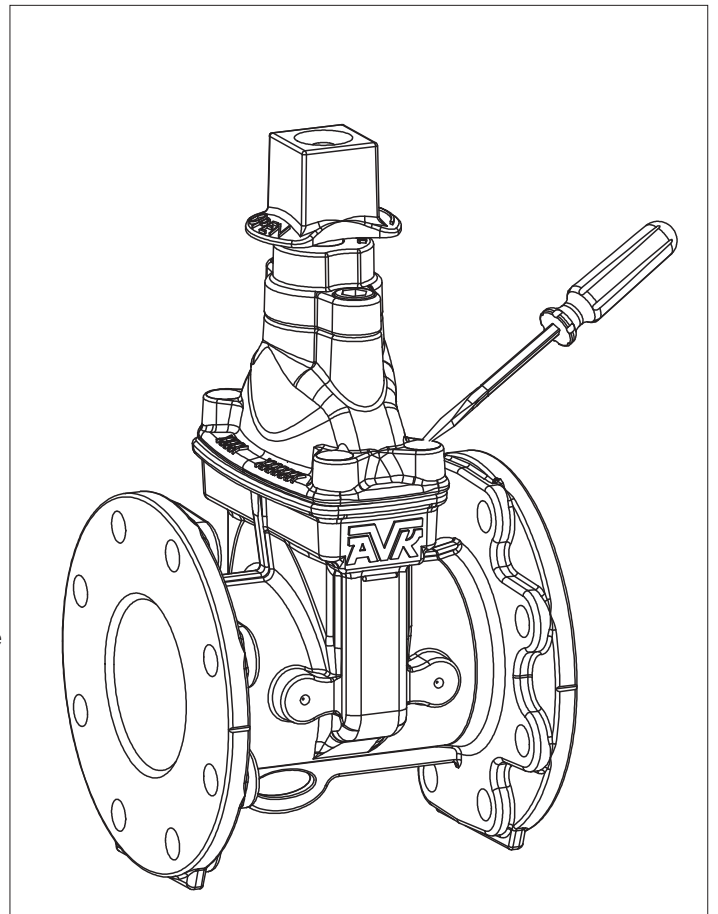

Fig. 5A
1. Con un destornillador pequeño de punta plana, retire el pegamento termofusible que cubre los pernos del bonete (F216), (Ver Fig. 5A)